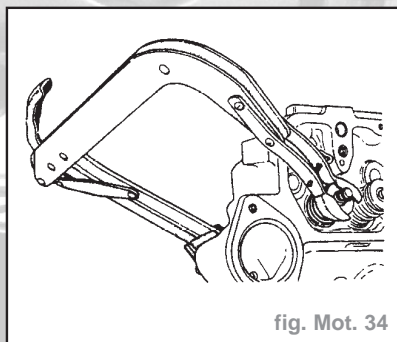

fig. Mot. 34
- Déposer les ressorts de soupapes et les couplelles d'arrêt des soupapes (fig. Mot. 34).